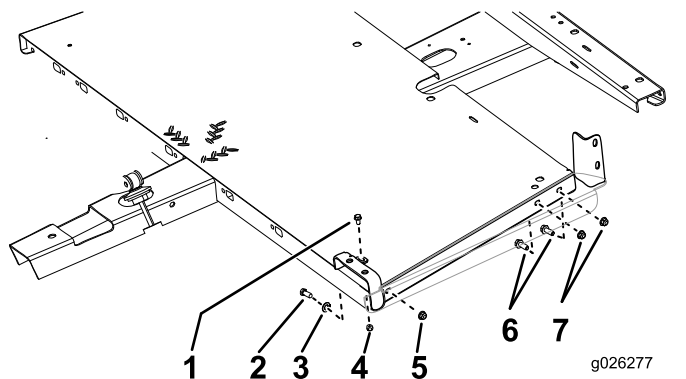

Рисунок 4
1. Прикрепите напольные панели к раме, как показано на Рисунок 4.